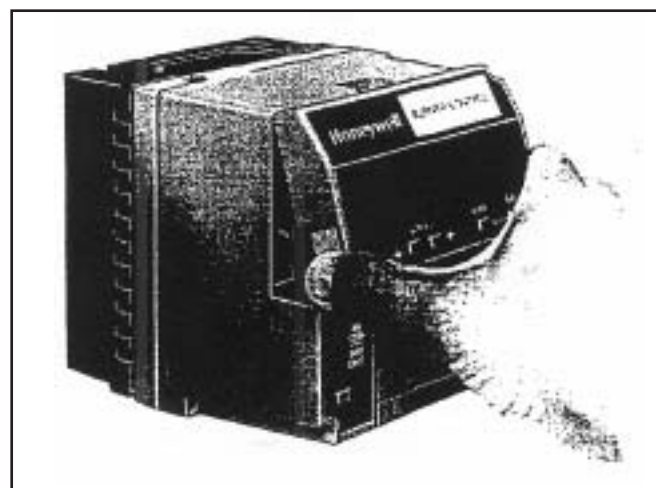

Fig. 8. Installation du module d'affichage à touches
4. Introduire la carte de purge dans la fente du compartiment du module relais (voir fig. 8).
1. Aligner les deux oreilles de retenue du module d'affichage à touches avec les deux fentes correspondantes du module relais (voir fig. 8).